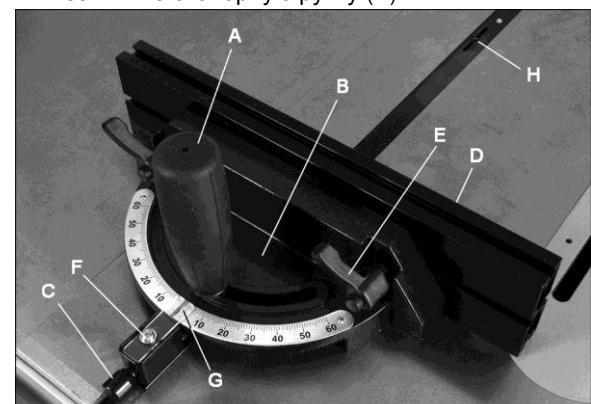

Рис. 15
Рис. 15 и 16.
2. Ослабьте стопорную ручку (A, рис. 15), поворачивая против часовой стрелки.
3. Вытащите подпружиненную ручку (C) и поворачивайте её, пока корпус (B) упора для пиления под углом не станет под требуемым углом, обозначенным на шкале.
4. Затяните стопорную ручку (A).
Выдвижную пластину (D, рис. 15) можно отрегулировать путем перемещения вправо или влево, или полностью убрав.
У линейки упора для пиления под углом есть два паза с установочными винтами (Н, рис.15). Отрегулируйте установочные винты (4-мм шестигранным ключом), чтобы убрать любой зазор между линейкой и пазом для упора.